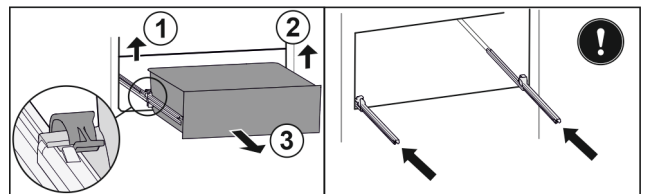

Fig. 129
- ▶ Levante la brida izquierda y, simultáneamente, tire de la parte izquierda del cajón hacia delante. Fig. 129 (1)
- ▶ Levante la brida derecha y, simultáneamente, tire de la parte derecha del cajón hacia delante. Fig. 129 (2)
- ▶ Extraiga el cajón hacia delante. Fig. 129 (3)